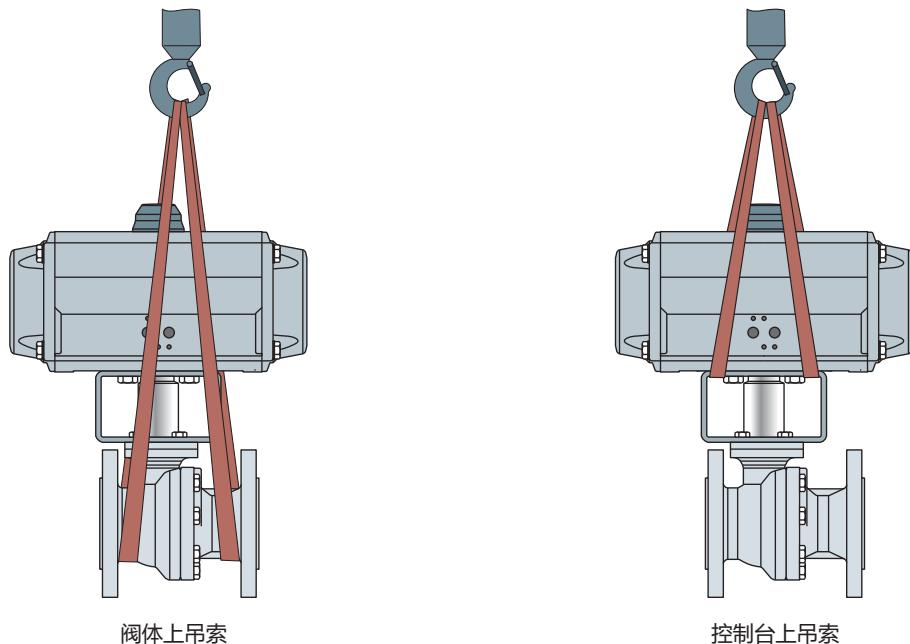

图 4-1：球阀上的提升点
- ⇒ 使用带有安全夹的挂钩作为悬吊元件，以防吊索在提升和运输期间滑离挂钩，请参见图 4-1。
- ⇒ 将吊索扣紧到每个外壳法兰以及起重机或叉车的悬吊元件（例如，挂钩），请参见图 4-1。在执行此操作时，请检查承载量和吊索长度，以确保安全。
- ⇒ 将吊索扣紧到起重机或叉车的托架和悬吊元件（例如，挂钩），请参见图 4-1。在执行此操作时，请检查承载量和吊索长度，以确保安全。